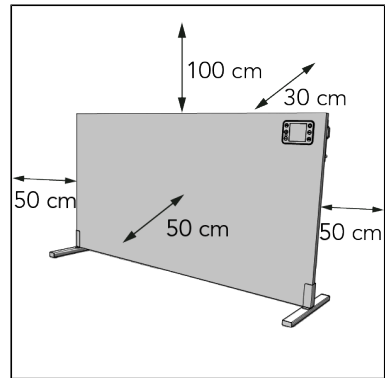

Abbildung 46.
7. Platzieren Sie das Gerät mit einem Mindestabstand (Abbildung 46) von: